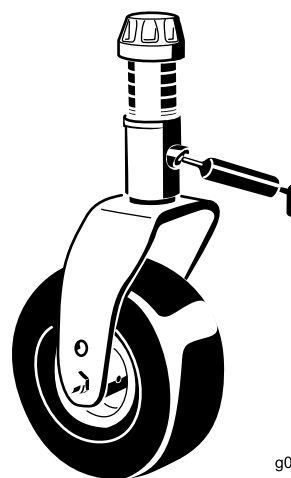

Figure 38
- 2 bagues d'axe de chape de roue pivotante (Figure 38)